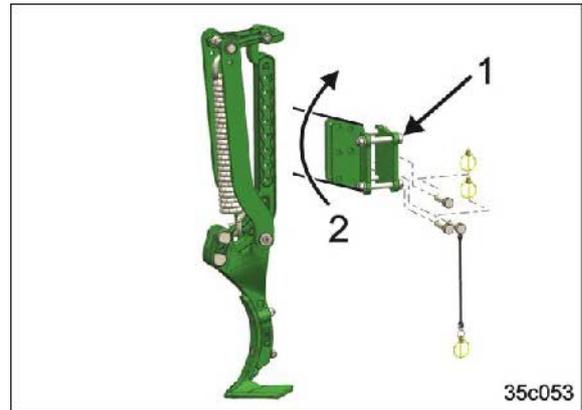

图 120
5. 取下轮迹松土器的固定螺栓 (图 120/1)
6. 向上旋转轮迹松土器支架 (图 120/2)
7. 安装并拧紧轮迹松土器的固定螺栓 (图 120/1)